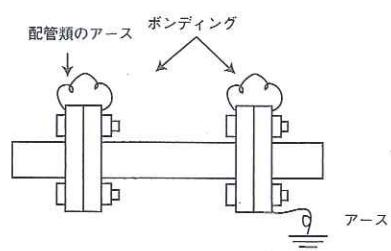

図3 配管類のアース
3.1.4 有機溶剤配管には確実にアース、ボンディングを取り。（図3）